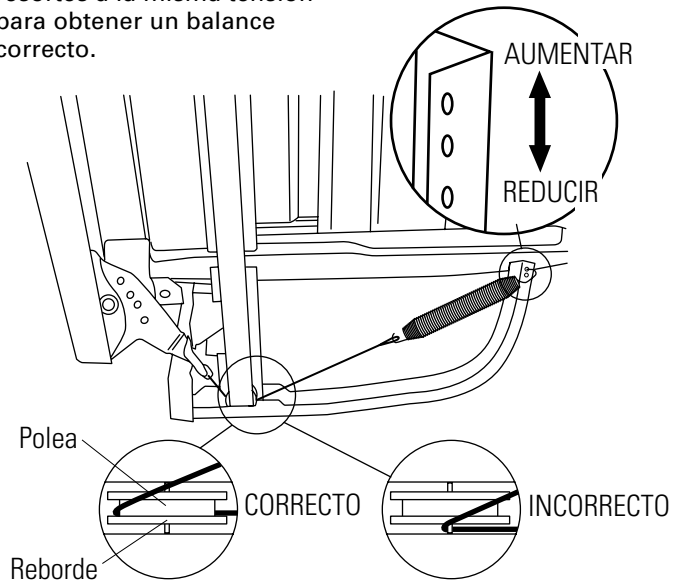

Figura 12
- Vea la Figura 12 para ajustar la tensión de los resortes. Ambos resortes se deben colocar en la misma posición en los soportes laterales al ajustar la tensión.
Verifique la ruta que sigue el cable del resorte antes de ajustar el resorte. Los "rebordes" en la polea mantienen el cable en posición. Vea la Figura 12. Asegúrese de que el cable no se haya salido del reborde de la polea y caído sobre el eje.